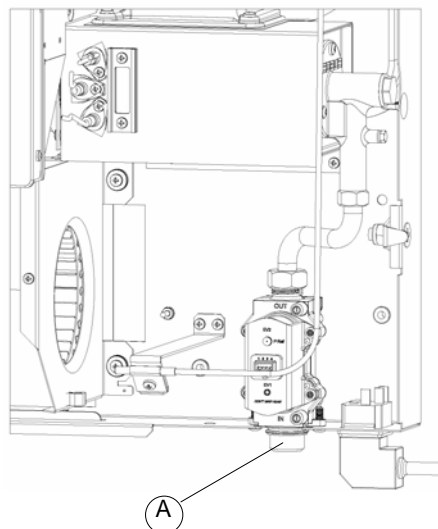

Abbildung 12 – Position des Gasanschlusses
2. Schließen Sie das Gasrohr am Gewindenippel am Heizkörperrahmen unten rechts an (siehe Detail A in Abbildung 12).